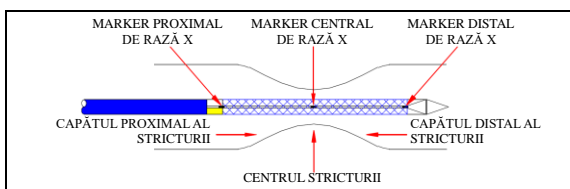

Figura 4
- Atunci când markerul central de raze X ajunge în centrul stricturii țintă, continuați să trageți înapoi conectorul în formă de Y până când stentul este complet instalat. (A se vedea Figura 4, 5)
- Atunci când markerul central de raze X ajunge în centrul stricturii țintă, continuați să înaintați către conector până când stentul este complet instalat. (A se vedea Figura 4, 6)